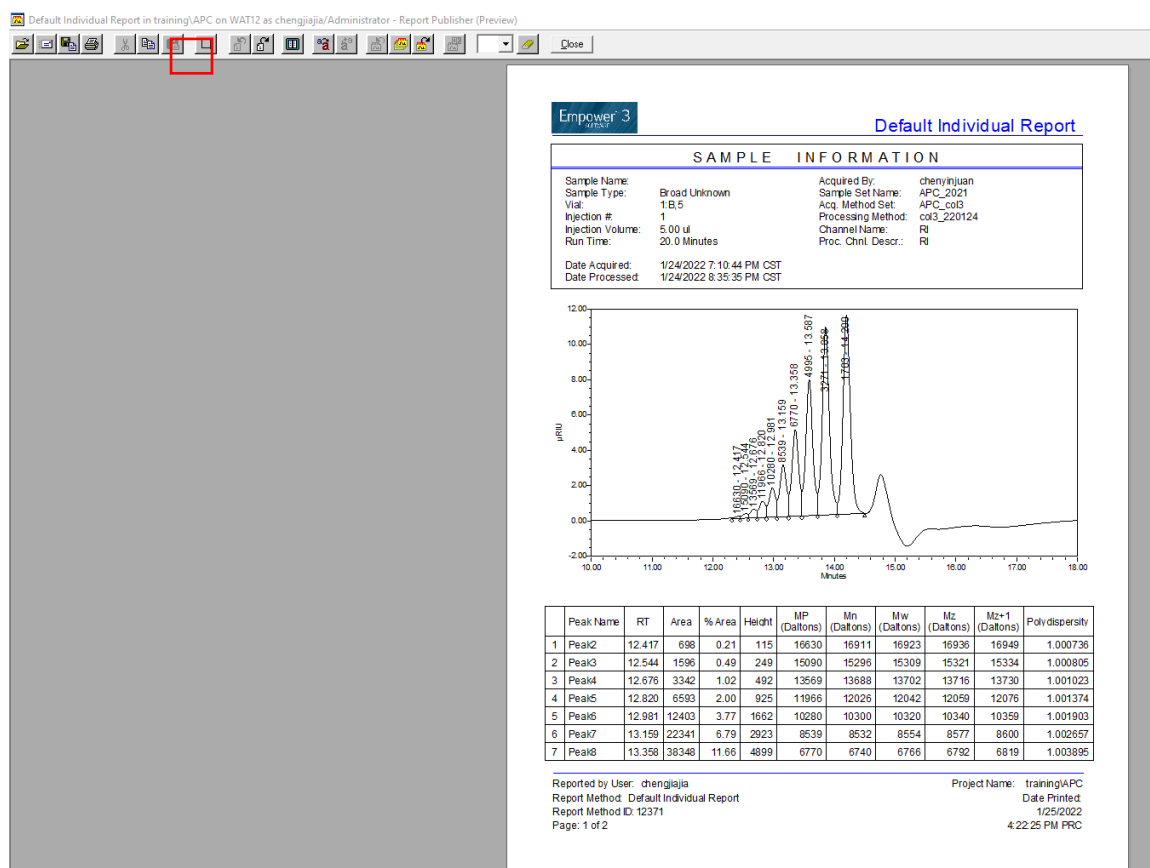

图6-68
Step 3: 点击报告预览界面左上角打印机快捷图标，弹出如图6-68所示的对话框；选择Microsoft Print to PDF，点击OK；样品保存路径为4-APC-Waters/PI姓名/学生姓名，按日期新建文件夹，输入保存结果的文件名称，点击Save。